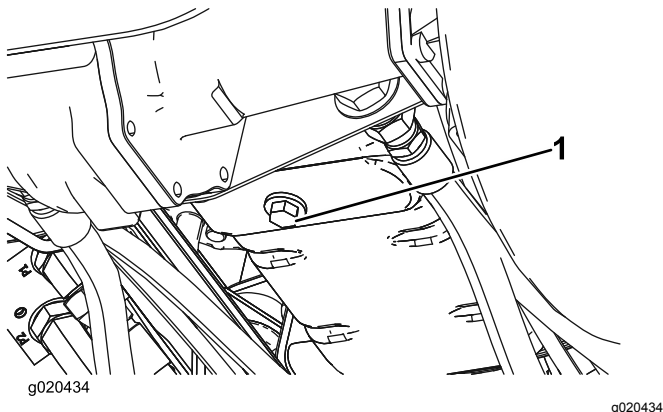

Figura 74
1. Retire o tampão de escoamento (Figura 74) e deixe o óleo escorrer para um recipiente adequado. Quando o óleo for drenado, volte a montar o tampão de escoamento.